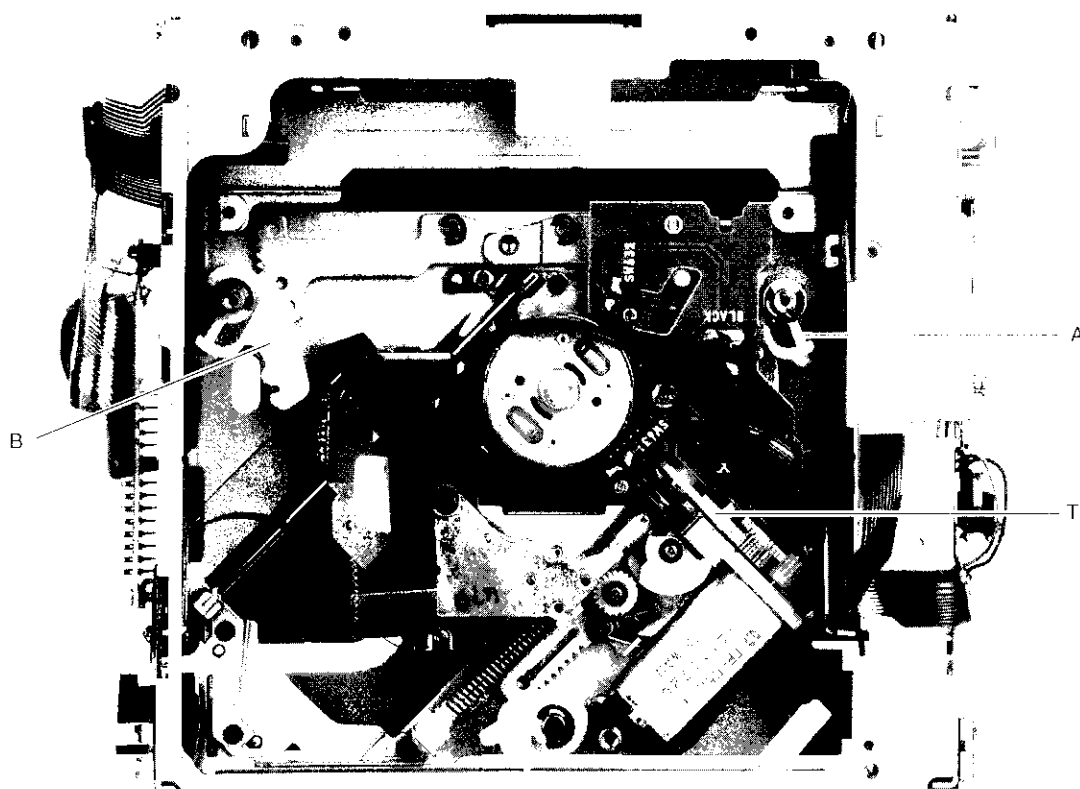

Fig. 9
- 3) Nun die Rasthaken bei Bedarf auswechseln. Die Stellung der Rasthaken ist in Fig. 9 zu erkennen.
- 3) If required, exchange the catches and install new ones as shown in fig. 9.